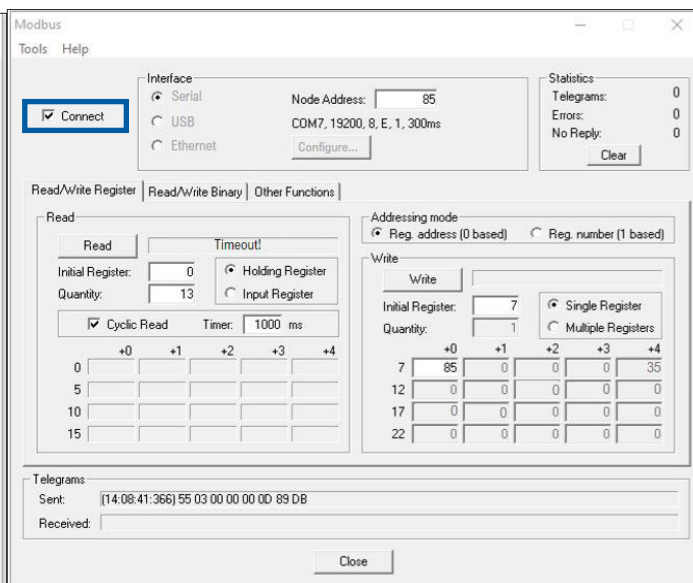
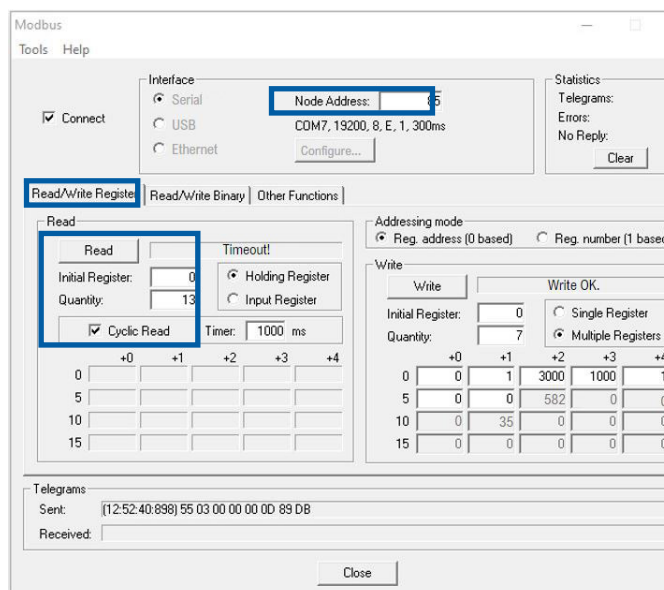

图15 - Modbus 连接
图17 - Modbus 通信失败
- 步骤 4: 完成上述操作后，请选择“连接” (参考图 15)。
- 步骤 2: 选择“读/写寄存器”，输入寄存器的初始地址和数量，然后点击“读取”。检查读取功能是否能够成功执行。如果通信成功，将显示如图 15 所示。如果通信失败，将显示如图 17 所示，此时需要获取此 ECM 电机的正确地址 (参考步骤 3)。